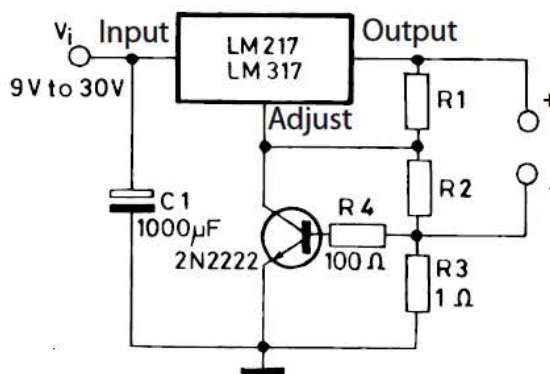

Рисунок 1 – Типовое включение микросхемы LM317T
- Регулировка выходного напряжения должна производиться с помощью подстроечного резистора, установленного на месте сопротивления **R₂** типовой схемы (см. рис. 1).
- Типовая схема зарядного устройства по спецификации производителя представлена на рис. 1.